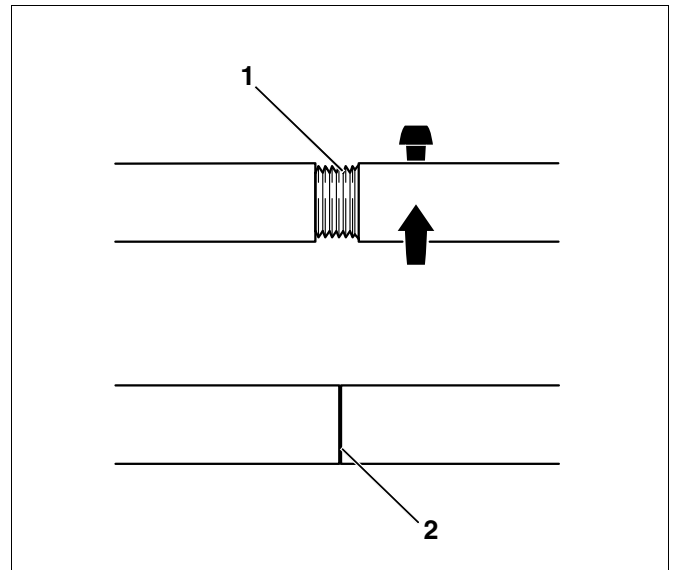

Fig. 20 Kjeltrekkeverktøy 2.3
- Kontroller trekkstengene før hver bruk og ettertrekk dem om nødvendig. Når trekkstangen er skrudd helt inn og gjengene ikke lenger synes, er den montert på riktig måte (Fig. 20, **Pos. 2**).
- Hold gjengene (Fig. 20, **Pos. 1**) rene. Skitne gjenger kan skade trekkeverktøyet under pressingen.